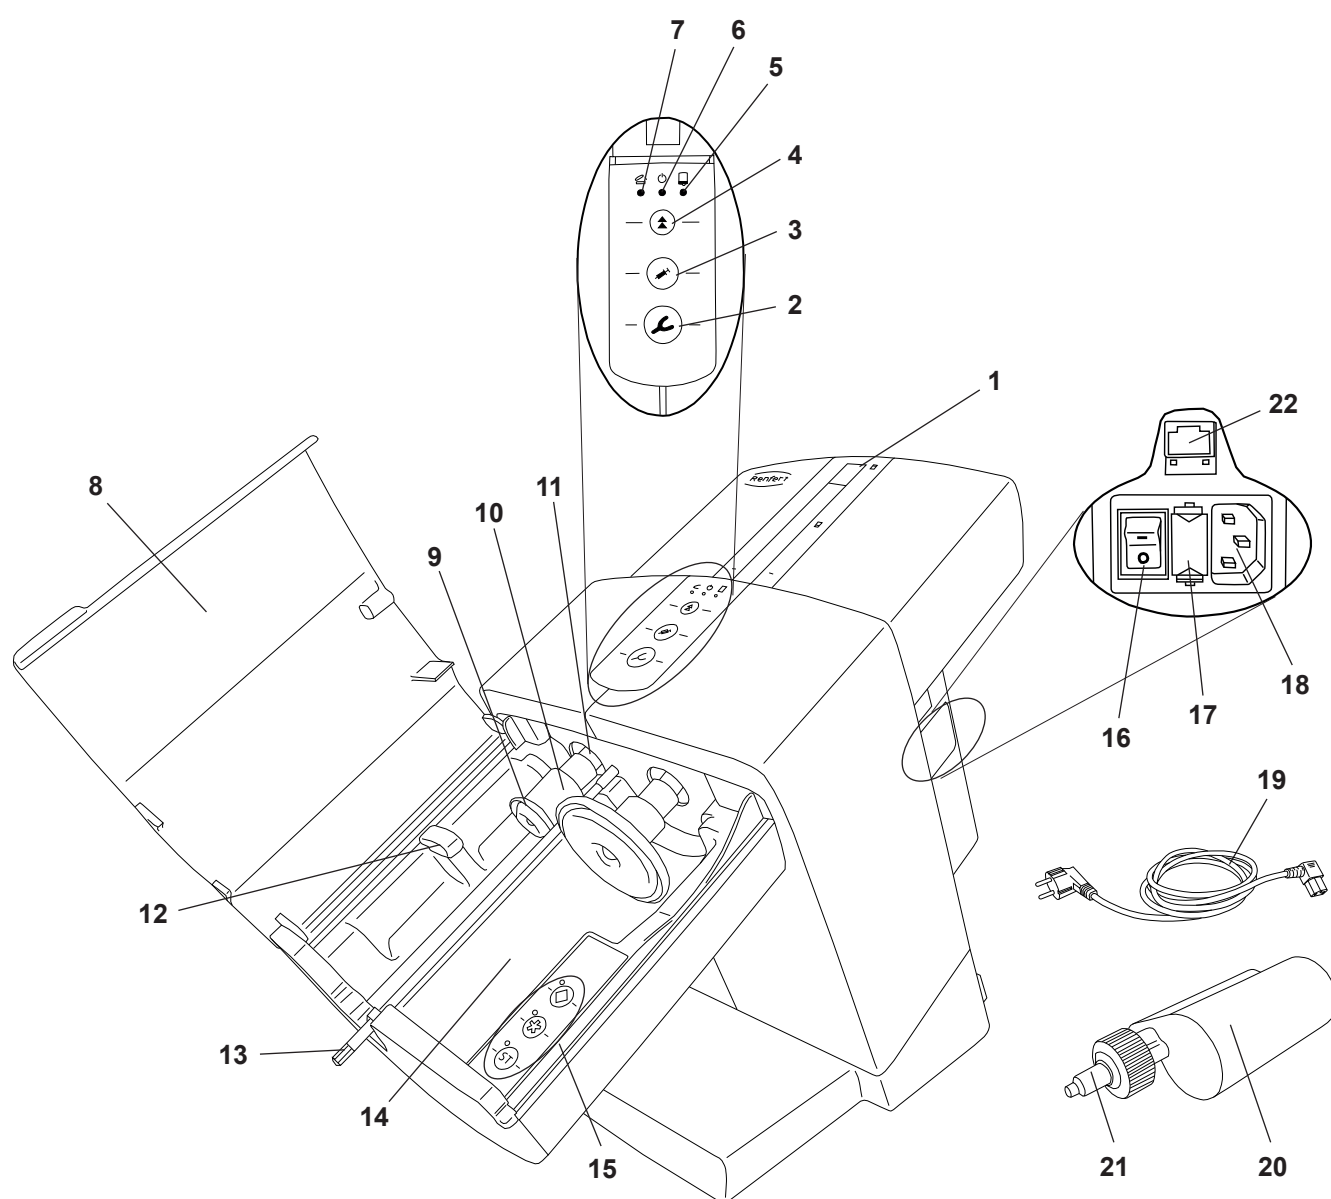

Fig. 1
- ⇒ Ligue o cabo de alimentação fornecido (19, Fig. 1) à entrada de alimentação (18).
- ⇒ Ligue a unidade usando o interruptor de alimentação (16).
- ⇒ Pressione o botão de retorno (4).
- ◆ As placas de impressão (9, Fig. 1) retornam à sua posição de saída e param.
- ⇒ Remova o dispositivo de retenção de transporte (23).
A inserção, assim como a troca de um cartucho, só é possível quando as duas placas de impressão (9, Fig. 1) estiverem em sua posição de saída.
⇒ Feche a tampa da unidade (8, Fig. 1).
⇒ Abra a tampa da unidade (8, Fig. 1).
A tampa do aparelho só pode ser fechada quando o cartucho estiver inserido corretamente. Se a tampa do aparelho não estiver fechada corretamente, o LED vermelho “Abrir tampa do aparelho” (7, Fig. 1) se acenderá.
♦ O misturador hexagonal (13, Fig. 1) começa a girar e se insere automaticamente na ponta misturadora (21, Fig. 1) e depois para novamente.